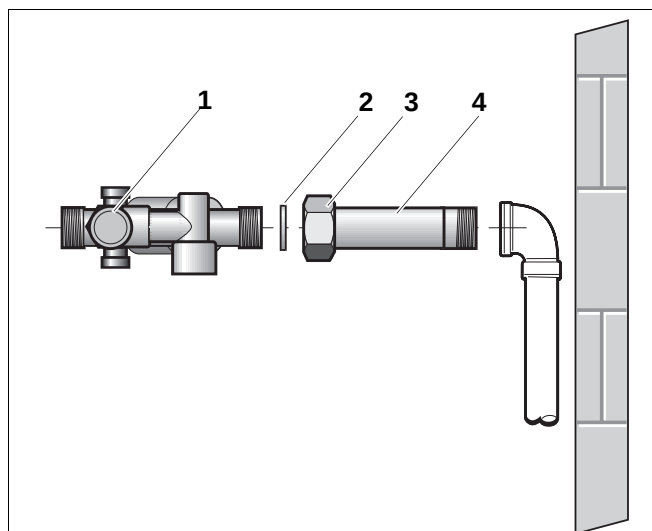
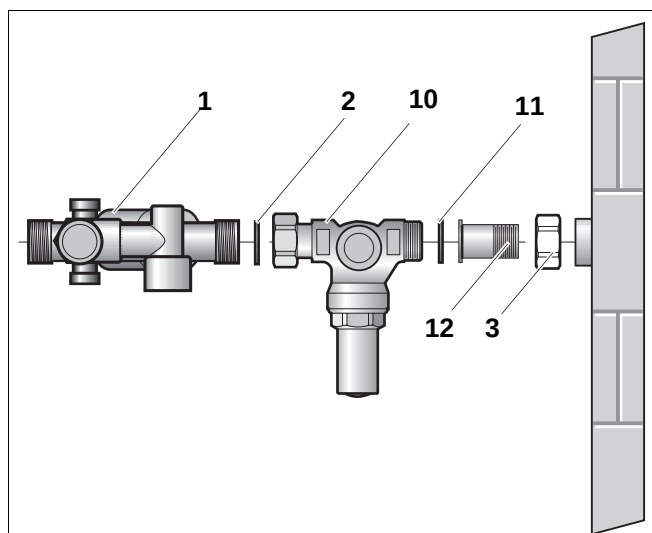

Abb. 16 Sicherheitsgruppe, Aufputzmontage bei unterhängendem Speicher
Abb. 17 Druckminderer U-DM (Unterputzmontage als Beispiel)
Der Druckminderer (Abb. 17, Pos. 10) wird anstelle des Schraubnippels (L = 122 mm) (Abb. 16, Pos. 4) vor der Sicherheitsgruppe (Abb. 17, Pos. 1) eingebaut. Auf der Eingangsseite wird die Überwurfmutter (Abb. 16, Pos. 3) der Sicherheitsgruppe verwendet.
- Kurzen Schraubnippel (Abb. 17, Pos. 12) mit Überwurfmutter (Abb. 16, Pos. 3) der Sicherheitsgruppe in den Kaltwasseranschluss eindichten.
- Druckminderer mit Überwurfmutter (Abb. 17, Pos. 10) an den Schraubnippel (Abb. 17, Pos. 12) anschrauben.
- Sicherheitsgruppe (Abb. 17, Pos. 1) mit Druckminderer verbinden. Auf Dichtung und Fließrichtung achten!